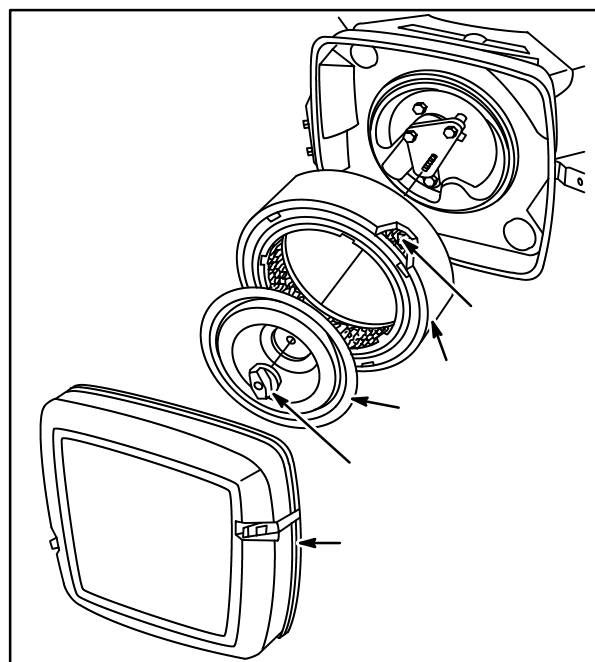
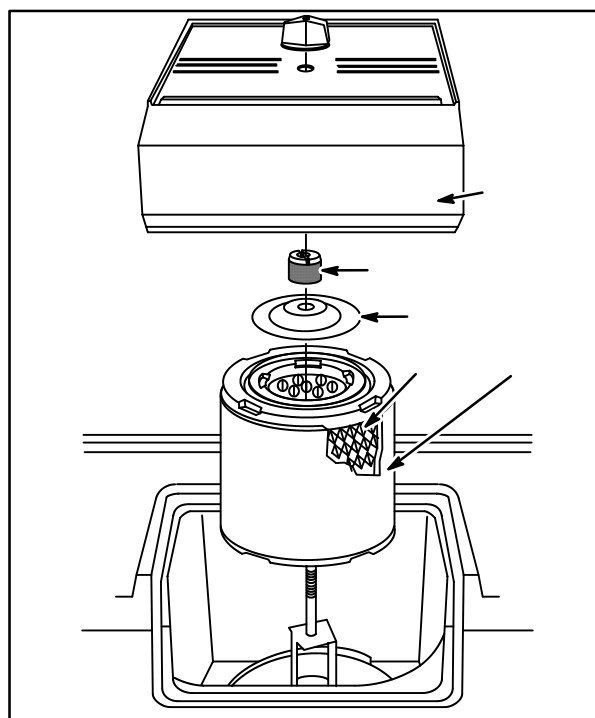

Fig. 1
Fig. 2
1. Retire a tampa (1), o botão (2), a placa (3) e o cartucho do filtro de ar (4) com o pré-filtro (5), Fig. 1 ou Fig. 2.